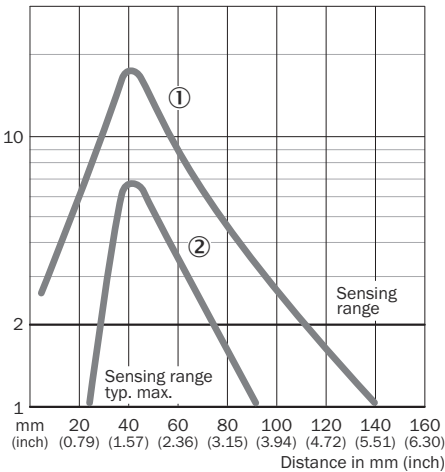

Figura 3: VTF180-2 design assiale
Controllare le condizioni d'impiego: bilanciare la distanza tra sensore e sfondo, altezza minima dell'oggetto e grado di remissione di sfondo e oggetto con il diagramma corrispondente (v. figura 3, pagina 79) (x = distanza di lavoro, y = altezza minima dell'oggetto. Coefficiente di riflessione: 18% = grigio ②, 90% = bianco ① (in base al bianco standard secondo DIN 5033).